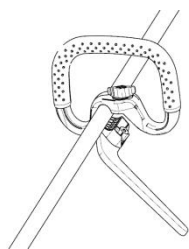

Fig.12
1. Posez la poignée ronde sur le tube, alignez les parties supérieure et inférieure ensemble, serrez la molette de la poignée ronde en tournant dans le sens des aiguilles d'une montre (Fig. 12&13).